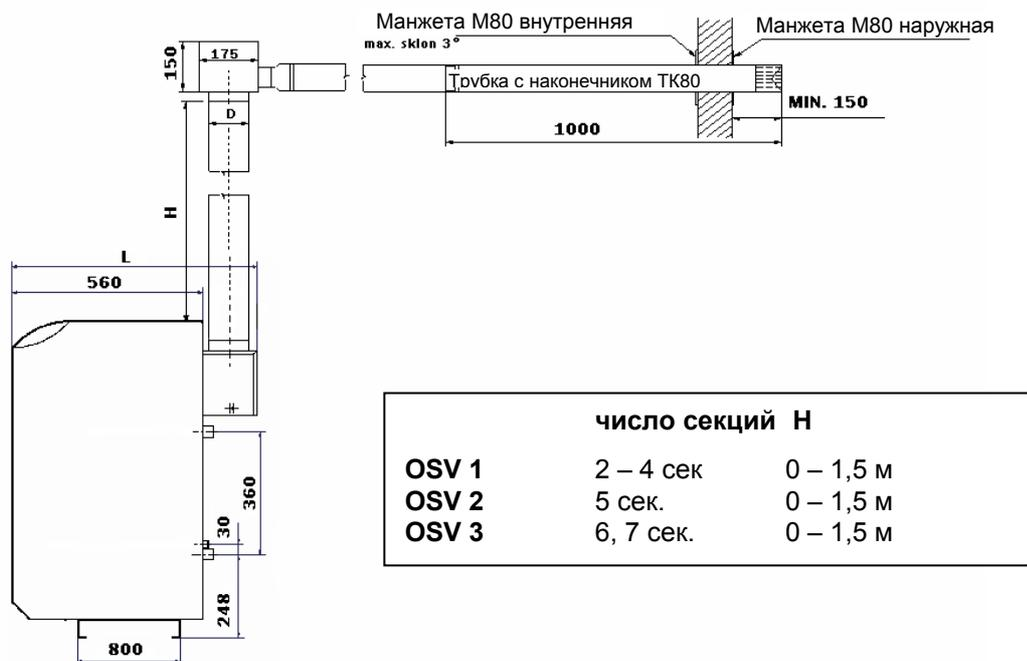

Рис. 15 Вытяжка продуктов сгорания в прямом исполнении
Рекомендуем использовать вариант рис. 15 если котел проектирован так, чтобы соблюдал макс. высоту $H=1,5\text{м}$ и расчеты по таб. 9. Потеря давления в данном исполнении минимальная.
- труба дымохода, выходящего из стены должна быть оснащена наконечником (см.рис. 15,16)